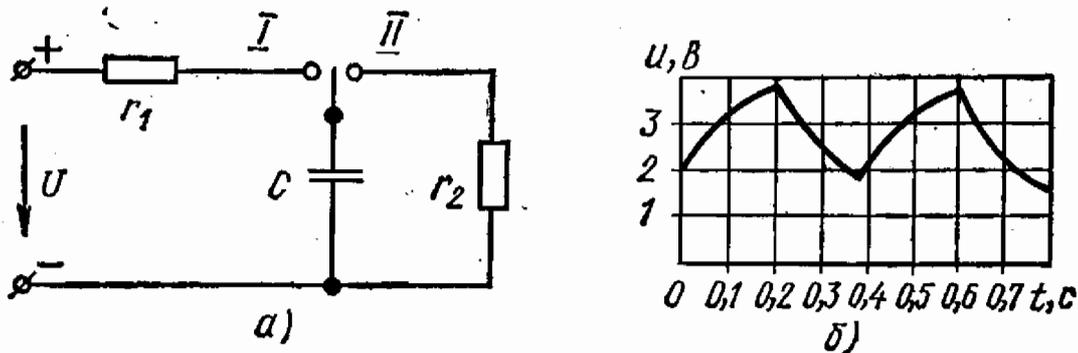

Рис. 7.16
7.16. Построить кривую изменения напряжения на конденсаторе в цепи (рис. 7.16, а) при поочередном переключении ключа в положения I и II. Напряжение $U = 5$ В; $r_1 = 20$ кОм; $r_2 = 24,4$ кОм; $C = 10$ мкФ, промежутки времени между переключениями равны 0,2 с.
Кривая изменения напряжения на конденсаторе показана на рис. 7.16, б.